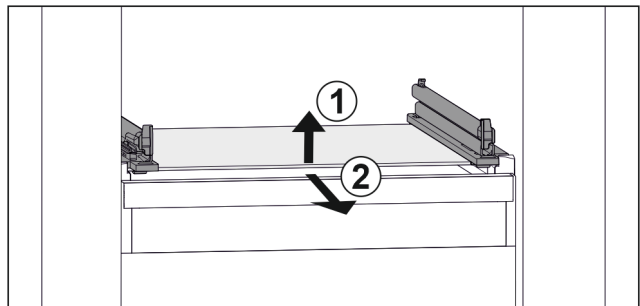

Fig. 129 Beispielhafte Darstellung der Glasplatte
- ▶ Glasplatte vorne anheben. Fig. 129 (1)
- ▶ Glasplatte nach vorne entnehmen. Fig. 129 (2)